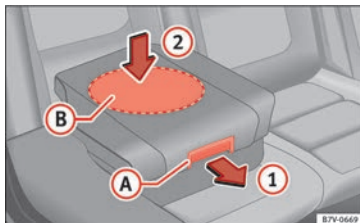

Fig. 97 Siège intégré pour enfants : abaisser l'assise.
• Tirez sur le coussin de siège vers l'avant avec le levier de déblocage » **fig. 97** (A) dans le sens de la flèche (1).
• Poussez l'assise vers le bas à travers la zone centrale (B) dans le sens de la flèche (2) afin qu'elle s'encastré de manière sûre » ①. Les supports latéraux se rabattent automatiquement.
Si vous abaissez le siège intégré pour enfants, appuyez uniquement sur le centre du coussin de siège » **fig. 97** (2). Autrement, l'assise pourrait se tordre et ne pas s'encastrer correctement.